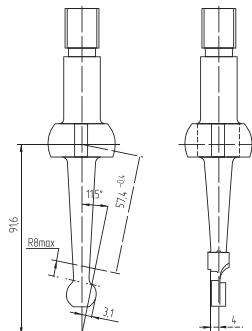

Рис. 13
**4.** Приобретите механизм переключения РК с каталожным номером 3163-00-1803010-00. При покупке убедитесь, что сам рычаг имеет конфигурацию согласно **Рис. 13**. Если до установки стоял однорычажный механизм старого образца, то возможно заменить рычаг переключения передач РК 3160-1803070 выпуска не ранее сентября 2009 г. со специальной проточкой на нижнем конце рычага.